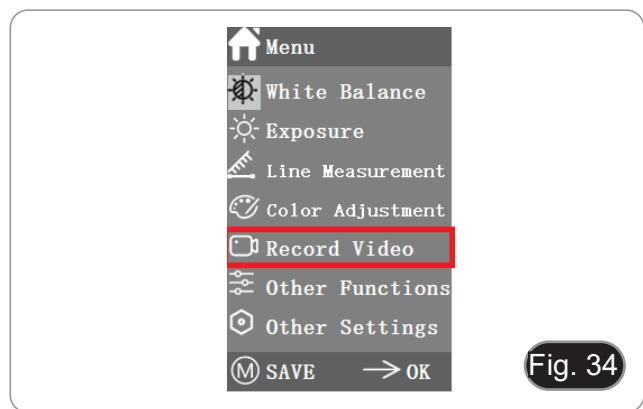

Fig. 34
- Premere il pulsante M per mostrare il menu sullo schermo (Fig. 34) e scegliere l'opzione Record Video premendo \uparrow o \downarrow .